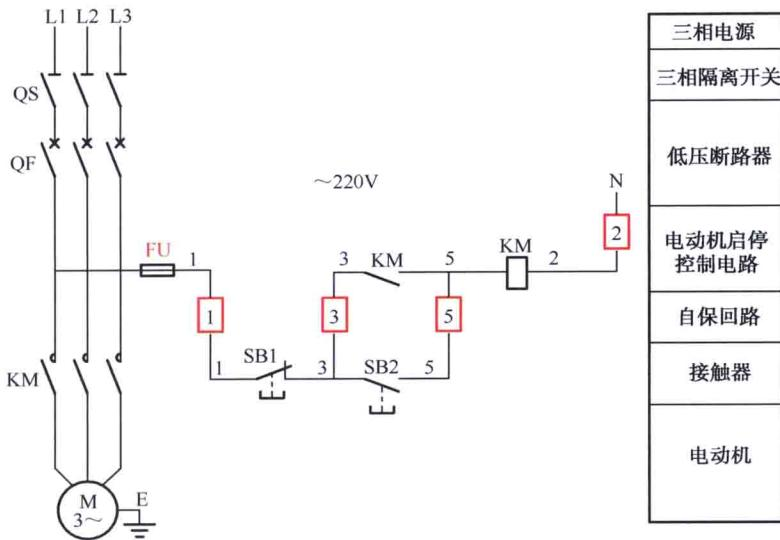

图 1-5-1 无过载保护、按钮启停的 220V 控制电路
无过载保护、按钮启停的 220V 控制电路如图 1-5-1 所示，相应的实物接线图如图 1-5-2 所示。该电路在实际中应用较多，是常见的电动机控制电路。该路路过负荷时，非常容易造成电动机绕组的烧毁。
- 合上图 1-5-1 所示主回路中的隔离开关 QS；